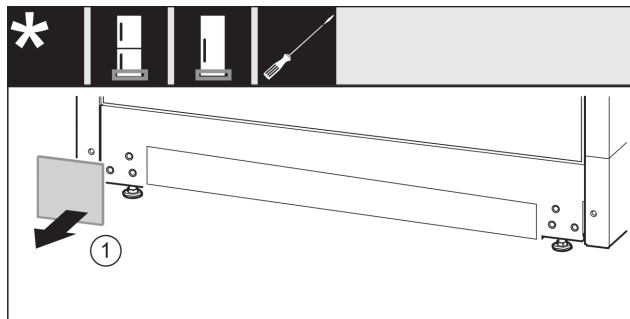

Fig. 16
- ▶ Vegye le a fedelet Fig. 16 (1).